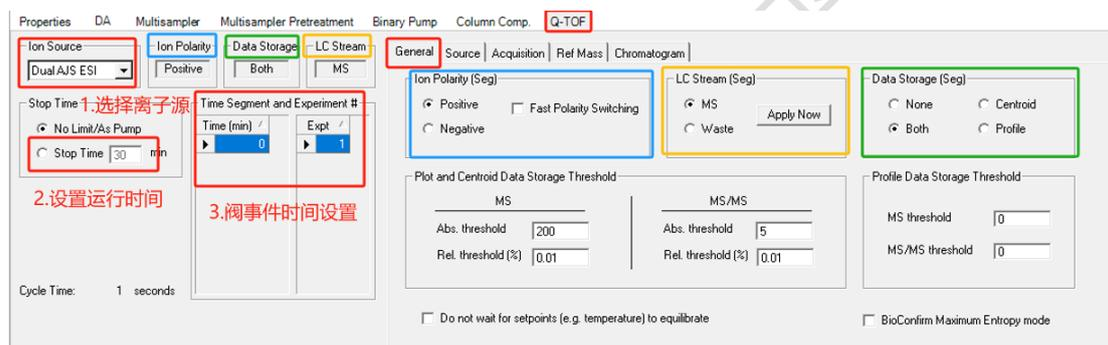

图1
- (1) General列设置：如图1，如果使用电喷雾离子源，在ion source处下来选择 Dual AJS ESI； Stop time设置跟色谱梯度相同的时间；根据右侧蓝框、黄框和绿框可实现对Ion Polarity, LC Stream和Data Storage进行设置。具体如下： Ion Polarity根据样品离子化性质，选择正Positive 或者Negative，不支持快速极性切换； LC Stream只要是通过自动进样器进样进行质谱检测，都设置到MS；在对色谱柱冲洗时，可设置为Waste；如果加阀事件切除，可通过Time Segment增加事件，并在对应时间段选择需要的LC Stream即可； Data Storage:数据可采集棒状图(Centroid)或者轮廓图(Profile)，建议采Centroid减小数据文件大小，其他参数不需要测试；